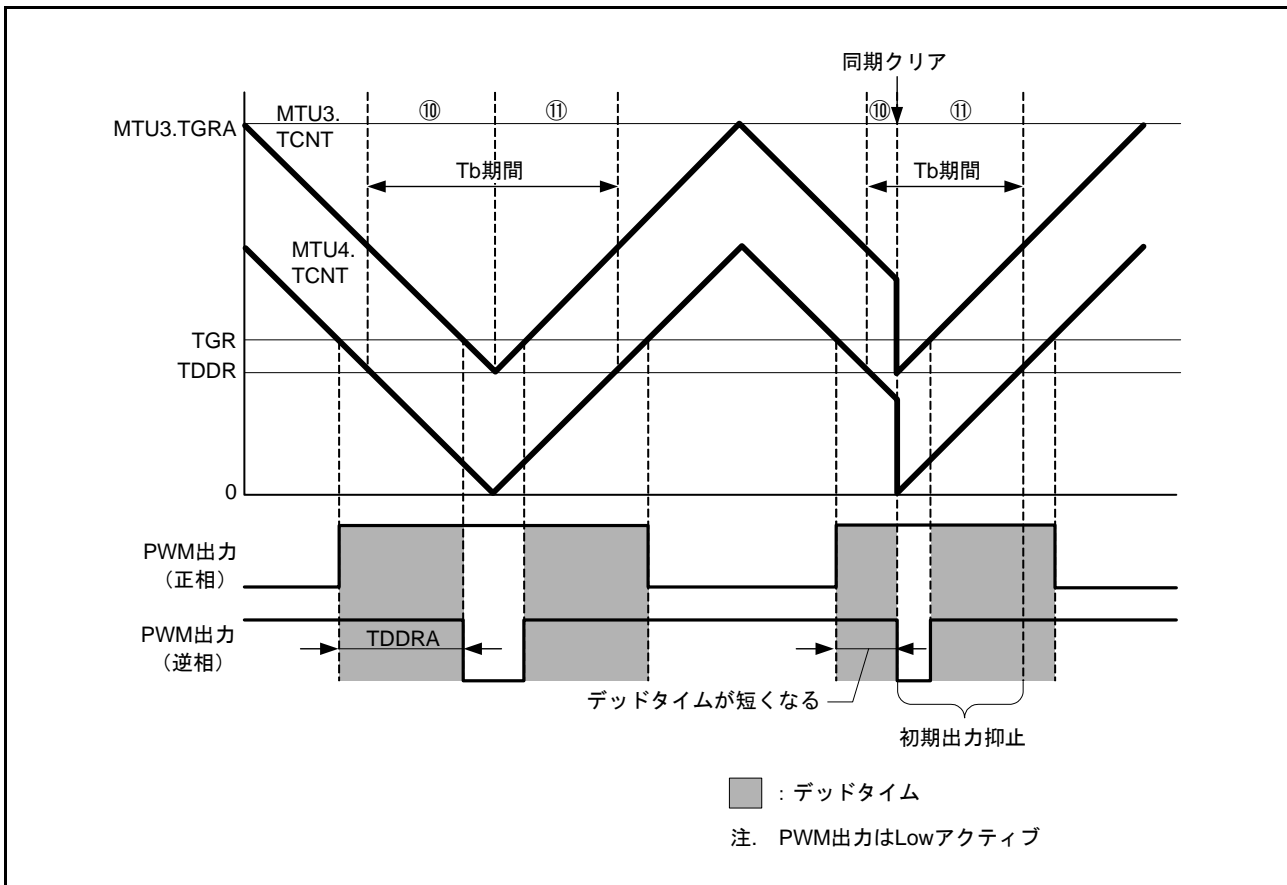

図 19.138 同期クリア例 (条件 1 の場合)
条件 1 初期出力の抑止期間⑩にて、PWM 出力がデッドタイム期間中に、同期クリアした場合 (図 19.138 参照)